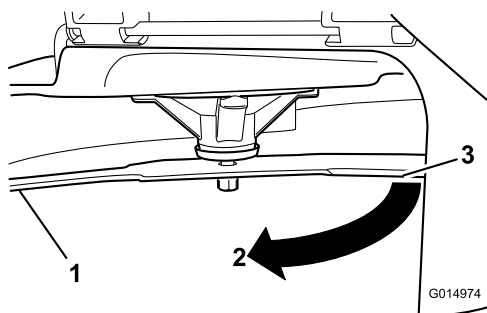

Bild 75
3. Zwischen Messer und Oberfläche gemessener Abstand (A)
4. Drehen Sie dasselbe Messer um 180 Grad, sodass die andere Schnittkante jetzt in derselben Stellung ist (**Bild 75**).